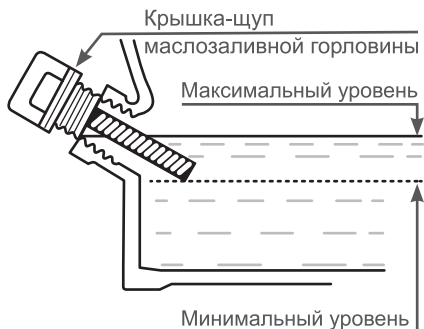

Рис. 9 Проверка уровня масла в картере
5. Аккуратно вытащите щуп и осмотрите его. Уровень масла должен соответствовать верхней отметке на щупе. При недостаточном уровне масла в картере необходимо долить чистое масло до верхней отметки на щупе, что соответствует нижней кромке заливного отверстия (Рис. 9). После окончательной проверки, плотно закрутите крышку-щуп.
Максимальный уровень масла в картере соответствует нижней кромке маслосазливной горловины (Рис. 9).